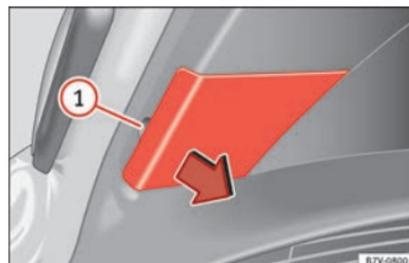

Fig. 110 Dans le hayon arrière : retirer le cache.
2. Retirez le cache avec soin en faisant levier avec la partie plate du tournevis de l'outillage de bord (» fig. 99) au niveau de l'évidement » fig. 110 ①.